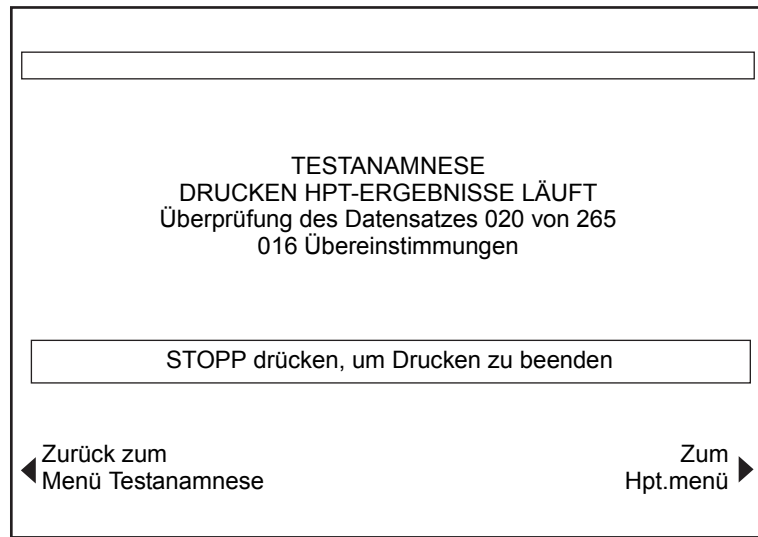

Abbildung 5-35. Bildschirm „Testanamnese drucken“ (2)
1. Drücken Sie die Taste *Drucken*. Der zweite Bildschirm TESTANAMNESE DRUCKEN wird mit dem Unterschied angezeigt, dass das Wort DRUCKEN durch DRUCKEN LÄUFT ersetzt wurde (siehe Abbildung 5-35).